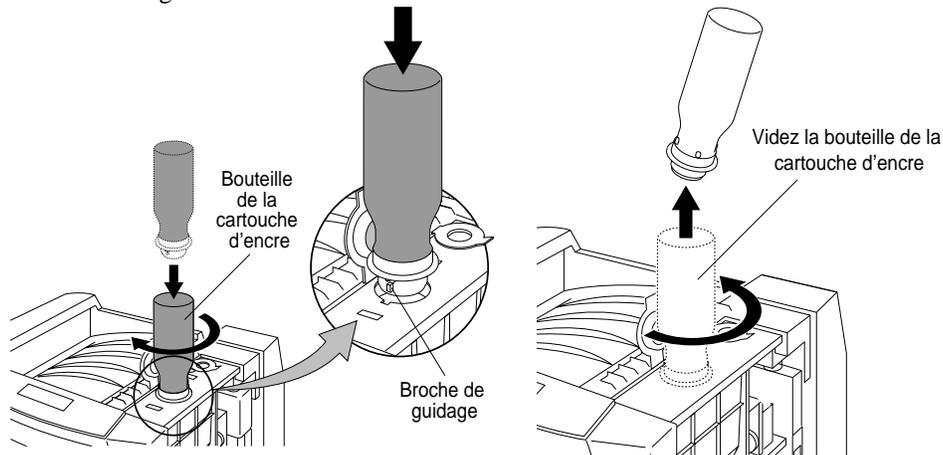

Figure 4-3 Remplissage de la cartouche d'encre et retrait de la bouteille d'encre
7. Alignez les broches de guidage de la bouteille avec les orifices correspondants du remplisseur de la cartouche d'encre. Insérez la bouteille d'encre et faites-la tourner de 180° dans le sens des aiguilles d'une montre pour commencer le remplissage, comme illustré à la Figure 4-3.
8. Lorsque la bouteille d'encre est vide, remettez la bouteille à l'endroit et retirez-la, comme illustré à la Figure 4-3.